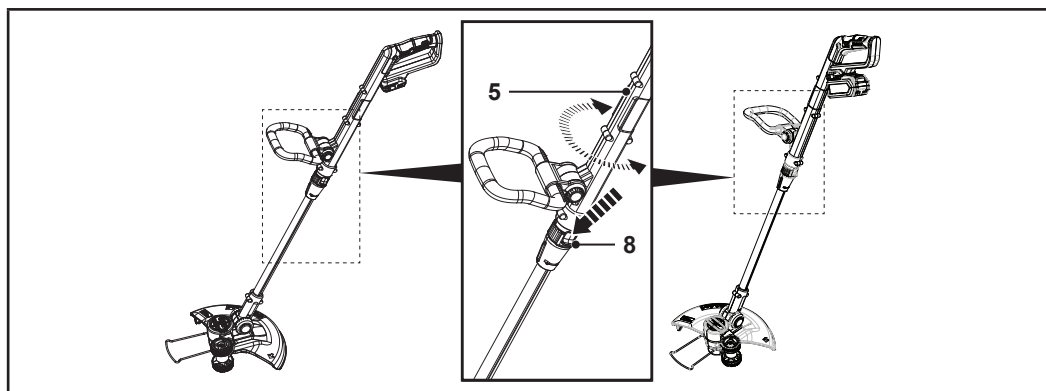

Fig. 7
1. Apasă elementul de blocare pentru reglarea unghiului (8) (fig. 7).
2. Rotește tija superioară (5) la 90° (fig. 7).
3. Eliberează elementul de blocare a reglării unghiului (8).
4. Asigură-te că tija superioară (5) se blochează în poziție.